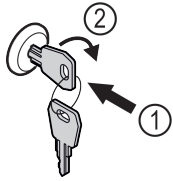

Fig. 173 Beispielhafte Darstellung
- ▶ Schlüssel hineindrücken Fig. 173 (1).
- ▶ Schlüssel um 90° im Uhrzeigersinn drehen Fig. 173 (2).